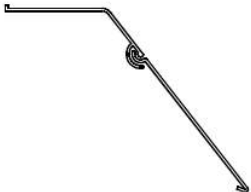

Рис. 1 Зенитный фонарь с защитной рамой – адаптером FIT 11
1.1. Защитная рама – адаптер из ПВХ, стеклопластика или алюминия представляет собой неподвижную часть конструкции квадратной или прямоугольной формы, на которую устанавливается зенитный фонарь (Рис. 1). Адаптер предназначен для обеспечения герметичности примыканий кровельного материала, устанавливается на имеющееся основание марки «LAMILUX» или основание стороннего производителя.